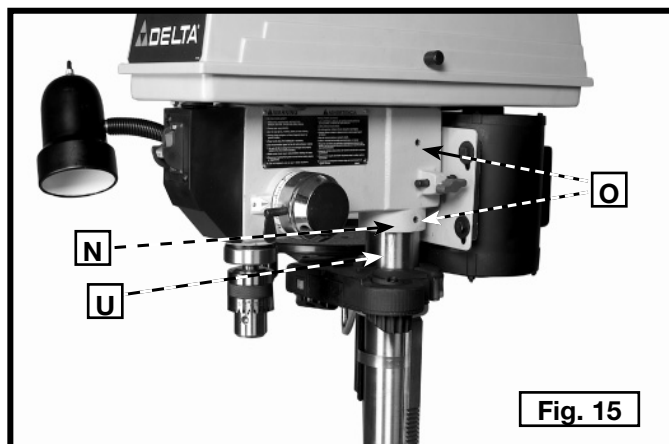
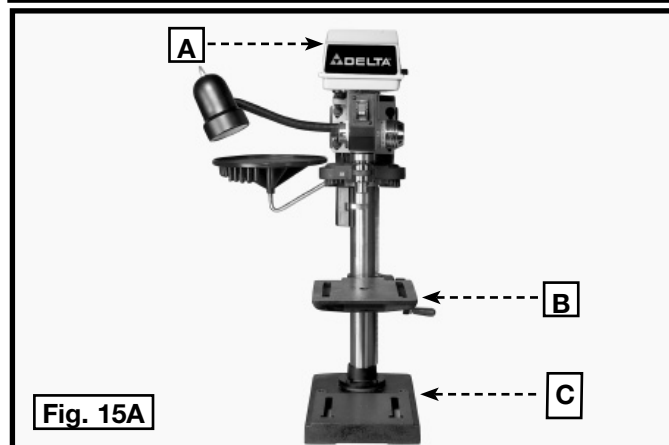

Fig. 15
Fig. 15A
16. Conecte una batería de 9 voltios (G) (no incluida) en el terminal de la batería (H).
17. Coloque la batería en el compartimiento (I) y vuelva a colocar la cubierta.
18. Coloque la cabeza de la prensa de taladro (N), Fig. 15, en la columna (U). Alinee la cabeza (A), Fig. 15A, con la mesa (B) y la base (C). Ajuste los dos tornillos de bloqueo de la cabeza (O), Fig. 15, con la llave suministrada.